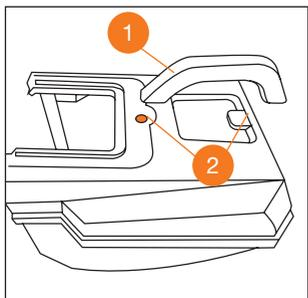

Рис. 9
3. Вставьте ручку травосборника **1** в посадочные отверстия **2** и защёлкните её (Рис. 9).